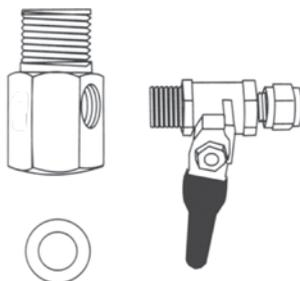

Рис. 4
2.1. Соберите узел подачи воды путем соединения шарового крана с тройником, как показано на **рис. 4**. Используя ленту ФУМ, вверните кран подачи воды в тройник. Будьте предельно осторожны при подсоединении крана — чрезмерное усилие повредит его резьбу. Используйте гаечный или разводной ключ.